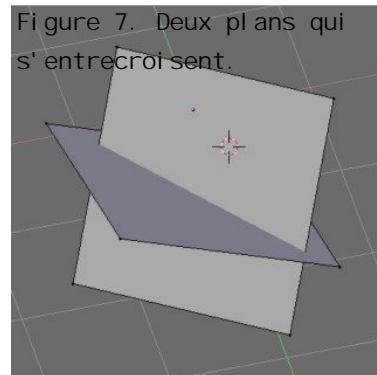

Figure 7. Deux plans qui s'entrecroisent.
Pour que les roues tournent correctement vous devrez régler quelques détails. Mais d'abord, puisque seulement deux roues donnent un modèle bien triste, sélectionnez les toutes les deux, dupliquez-les et déplacez les de manière à ce que la nouvelle roue soit coaxiale et en-dessous du pignon d'origine (Fig. 7). Donnez des noms évidents aux copies, comme 'GearB?' et 'PinionB?'. Soyez très prudents, les objets Pinion et GearB? doivent avoir les mêmes coordonnées en x et y, et un décalage en z.
1.6. Nous pouvons développer plus ce raisonnement géométrique pour résoudre plus d'exercices de Géométrie Descriptive. En fait, si Blender peut vous aider à résoudre ce principe simple, il peut vous aider à résoudre n'importe quel exercice de Géométrie Descriptive, même les plus difficiles. Le prochain défi sera l'intersection entre deux plans (Figure 7). Est-ce possible ?
1.7. Nous démarrons par un unique objet en mode édition. Cet objet est deux plans qui s'entrecroisent (Fig.7). Ensuite, en vue ortho de côté (touche numérique 3) nous projetons le bord d'un plan sur l'autre comme décrit dans le paragraphe 1.4 (Fig.8). Le point gauche du bord
Etape 7. Utilisation d'une caméra: Du fait que nous ayons utilisé la scène par défaut nous avons déjà une lampe et une caméra assignée. Maintenant nous allons positionner la caméra. Pour vous mettre en vue caméra appuyez sur [Numpad 0]. De là vous pouvez voir trois cadres, le premier correspond au cadre de capture, le second est le bord de la prise de vue et le troisième indique la caméra elle-même. Faites un clic droit sur le cadre le plus éloigné et appuyez sur [G], si vous bougez votre souris vous devriez voir la caméra bouger. Essayez de mettre la caméra en position comme dans la figure 7.
Déroulez le menu jusqu'au bon os pour la partie que vous vérifiez, cliquez sur le bouton 'Select'. Si tout va bien les bon vertices doivent être jaune. (fig. 7)